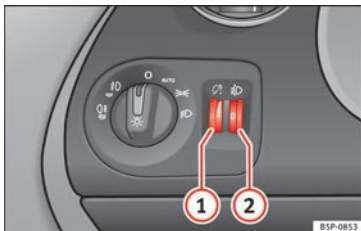

Fig. 61 Tablero de instrumentos: reguladores de la iluminación de instrumentos y mandos y del alcance de los faros.
Con las luces encendidas se puede regular la intensidad de la luz de los instrumentos y mandos girando la ruedecilla moleteada » **fig. 61 ①**.